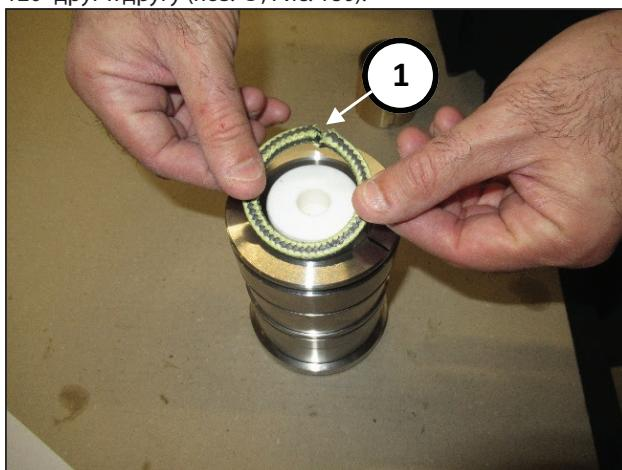

Рис. 180
Вставьте три уплотнительных кольца КС, обращая внимание на то, чтобы насечки располагались под углом 120° друг к другу (поз. ①, Рис. 180).